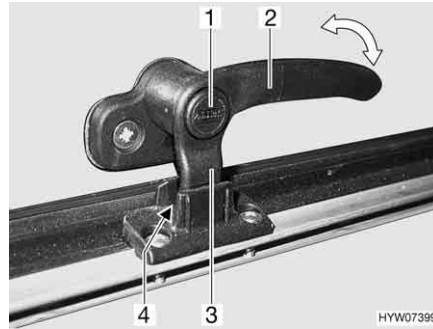
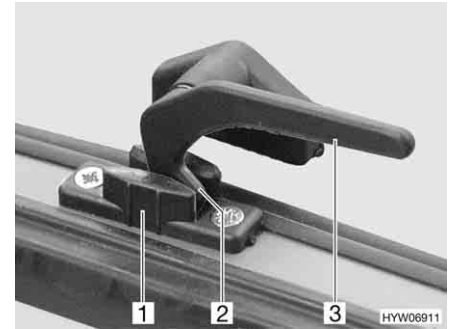

Bild 70 Låsarm med låsknapp i läget "kontinuerlig vädring"
Bild 71 Låsarm i läget "kontinuerlig vädring"
- I läget "kontinuerlig vädring" (Bild 70 och Bild 71)
- Tryck på låsknappen (Bild 70,1) om sådan finns och håll den nedtryckt.
- Sväng låsarmen (Bild 70,2 eller Bild 71,3) ett kvarts varv mot fönstrets mitt.
- Vrid tillbaka låsarmen. Därvid måste låsarmens låsspak (Bild 70,3 eller Bild 71,2) föras in i spåret på fönsterlåsen (Bild 70,4 eller Bild 71,1).
- Släpp låsknappen (Bild 70,1) om sådan finns.